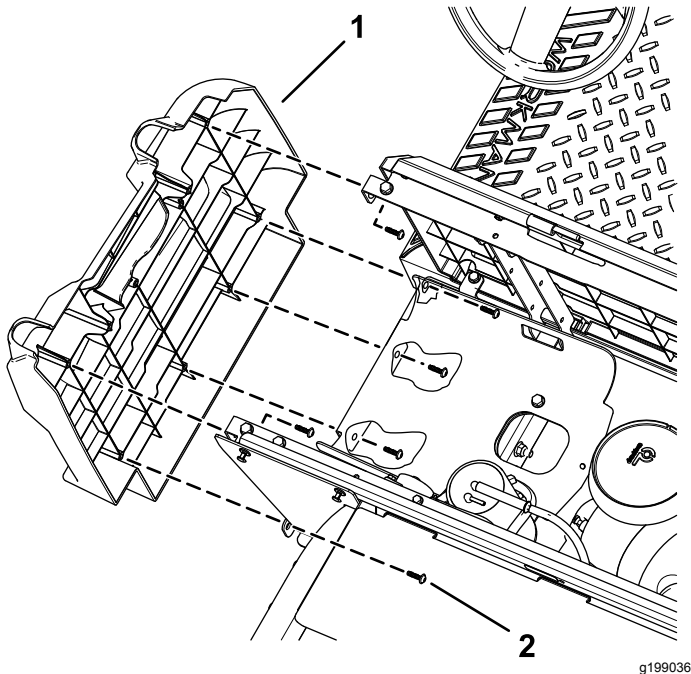

Figura 9
- Utilizzate una chiave a bussola T30 per rimuovere le 6 viti a testa Torx (M6,0 x 22 mm) dal pannello sinistro e rimuovete il pannello (Figura 9).